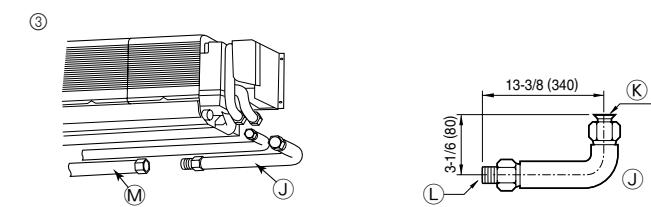

Fig. 4-7
③ Tubo de conexión en L (para la tubería de gas) (Fig. 4-7)